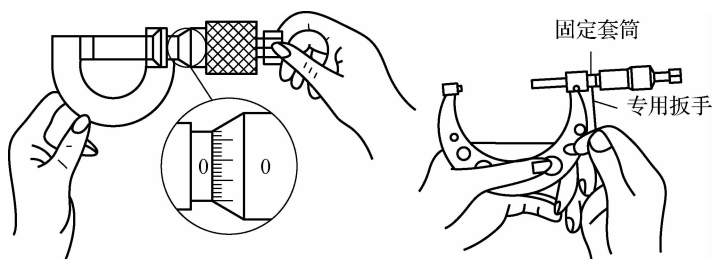

图 2-32 千分尺零位的调整
(1)测量前,先将测量面擦净,并检查零位。使量面与标准棒两端面接触,观察微分筒前端面与固定套筒零线、微分筒零线与固定套筒基线是否重合。若不重合,则通过附带的专用小扳手转动固定套筒来进行调整。图 2-32 所示为千分尺零位的调整。